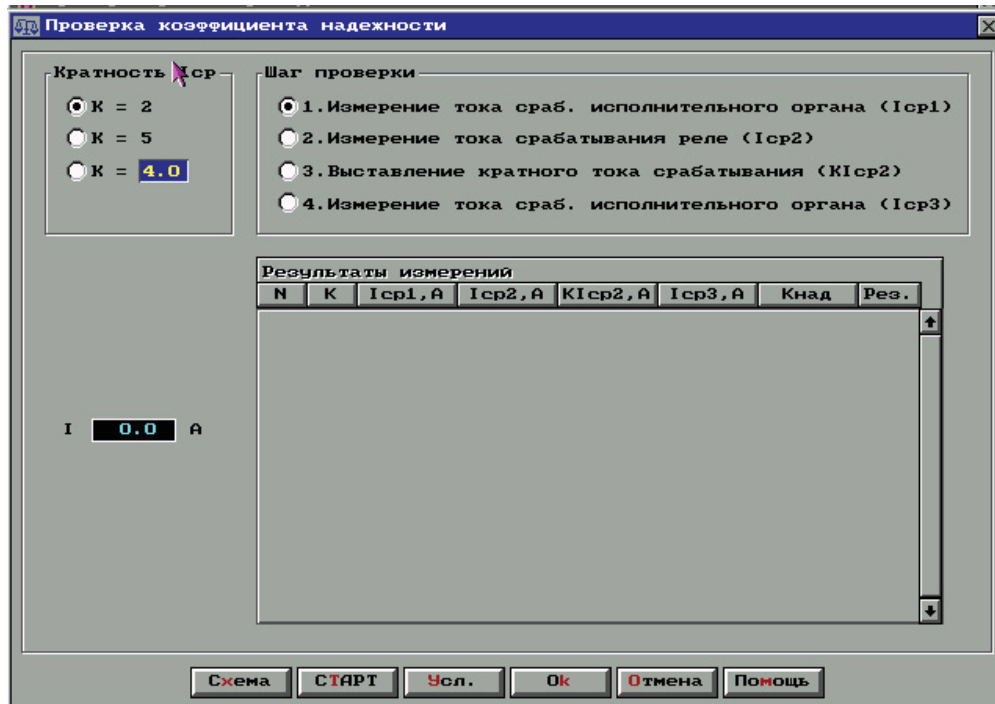

Рис. 11.11. Окно Проверка коэффициента надежности реле
**Проверка коэффициента надежности реле.** В панели управления нажмите кнопку *Проверка коэффициента надежности реле*. Программа выведет на экран рабочее окно (рис. 11.11).